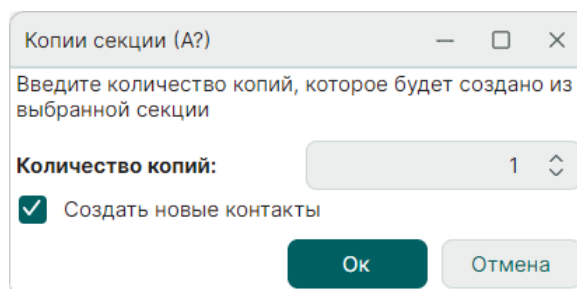

Рис. 212 Создание копий секции
2. В окне «Копии секции» укажите количество копий секции, которое необходимо создать, см. Рис. 212.